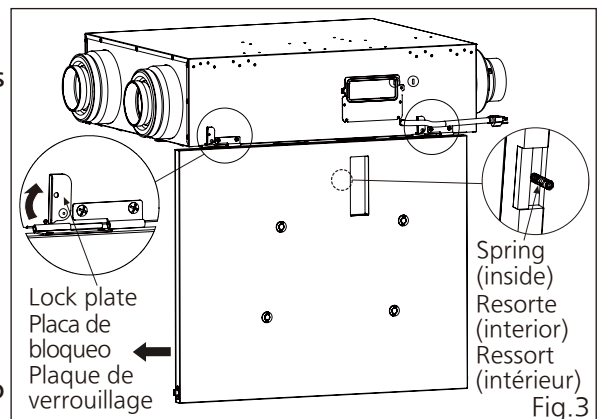

Fig.3
- (1) If not convenient for maintenance, you also can turn the lock plate up to 90° and remove the frame cover. (Fig.3)
- (2) There is a spring (Fig.3) on the inside of frame cover, please do not damage or deform it, otherwise, the ERV may can not operate.
- (1) Si no le es conveniente para el mantenimiento, también puede girar la placa de bloqueo hasta 90° y quitar la cubierta del marco. (Fig. 3)
- (2) Hay un resorte (Fig. 3) en la parte interior de la cubierta del marco, no lo dañe ni lo deforme, de lo contrario es posible que el VRE no funcione.
- (1) Si l'entretien n'est pas pratique, vous pouvez également tourner la plaque de verrouillage de 90° et enlever le cache-cadre. (Fig.3)
- (2) Il y a un ressort (Fig.3) à l'intérieur du couvercle du cadre, s'il vous plaît ne pas endommager ou déformer, sinon, le VRE peut ne peut pas fonctionner.